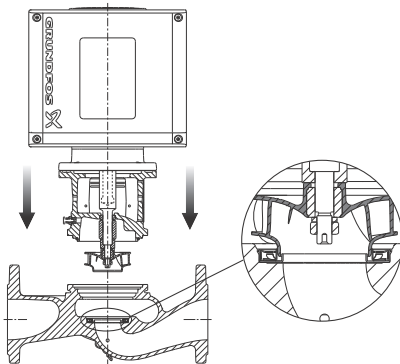

Abb. 10 Absenken des Pumpenkopfs
2. Senken Sie den Pumpenkopf mit der Rotorwelle und dem Laufrad vorsichtig in das Pumpengehäuse ab. Siehe Abb. 10.